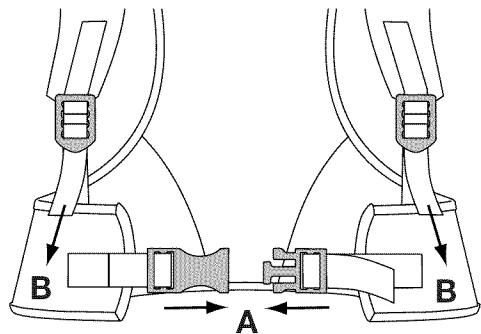

Fig. 17
- Cierre los soportes de la cintura del sistema de soporte uniendo las presillas de los soportes de la cintura (Fig. 17, A).
- Tire de las manijas de los soportes de los hombros para apretar los soportes de los hombros (Fig. 17, B).